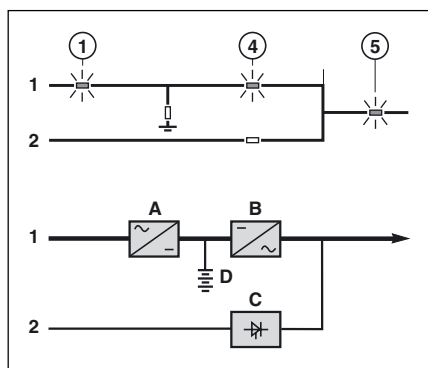
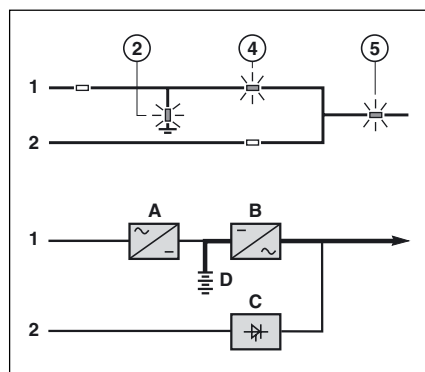

Abb. 7
Abb. 8
Die Netzspannung von Netz 1 ist vorhanden (siehe Abb. 7):
(Siehe Abb. 8)
Die Mindestdauer für den ONLINE-Mode (B) beträgt 2 Minuten, selbst wenn das Netz 2 innerhalb dieser Zeit in die zulässigen Toleranzgrenzen zurückkehrt. (Beschreibung siehe Abb. 7 bei Vorhandensein bzw. Abb. 8 bei Ausfall von Netz 1). Nach Ablauf der 2 Minuten schaltet die Last auf Netz 2 zurück, wenn sich dessen Parameter innerhalb der zulässigen Toleranzen befinden.